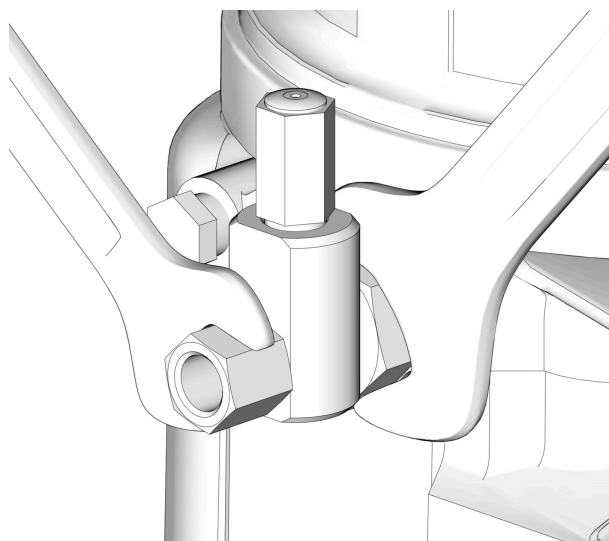

図 22
1. ポンプ・エレメントの取り付け金具を緩めます (図 22)。
3. 反対方向に働く二本のレンチでポンプ・エレメントの取り付け金具を締めて下さい (図 22)。